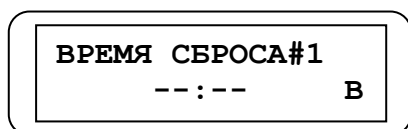

Рис. 4.15
счетчике наработанное за смену количество продукции, не обнуляя сбрасываемый счетчик перед началом смены вручную. Автоматическое обнуление сбрасываемого счетчика происходит в момент времени, установленный оператором с помощью данного пункта меню. Для установки времени сброса войдите в данный пункт меню, при этом дисплей примет вид, представленный на Рис. 4.15. Данный пункт меню позволяют установить в счетчике три времени автоматического обнуления сбрасываемого счетчика. Для установки первого времени автоматического обнуления сместите курсор нажатием кнопки «ВПРАВО», при этом замигает курсор установки часа времени сброса. Кнопками «ВВЕРХ» или «ВНИЗ» установите час времени сброса и нажмите кнопку «ВПРАВО». Аналогичным образом установите минуту времени сброса и нажмите кнопку «ВВОД», в результате установленное время зафиксируется и вступит в силу, а цифра «1» замигает. Последовательность действий по установке второго и третьего времен обнуления аналогична описанной выше. Повторно нажмите кнопку «ВВОД» - дисплей вернется к отображению пунктов меню настроек.
**ВНИМАНИЕ!!!** Для того чтобы отключить функцию сброса по установленному времени необходимо с помощью соответствующих кнопок вернуть знакоместа цифр времени к виду, показанному на Рис. 4.15, т. е. вместо цифр должны отображаться четыре тире, разделенные двоеточием. При выпуске счетчика из производства время сброса не устанавливается.